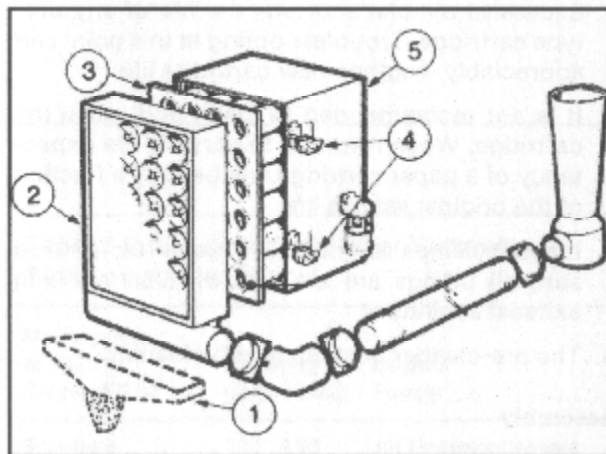

Рис.2-13 (№ 21026) Воздухоочиститель патронного типа (двухступенчатый)
1. Отвинтите гайку – барашек (4, рис. 2-13 или 2-14) на корпусе воздухоочистителя (5), снимите панель предочистителя с пылесборником (1). Снимите панель предварительной очистки (2) оборудованной всасывающим устройством, сняв U – образный болт.
2. Снимите пылевой картридж Ramic (3), поочередно ослабляя его крепление по четырем углам.
2. Вставляя новый картридж, держите его (3 рис.2-13 и 2-14) в таком же положении, как и когда вынимаете из корпуса. Вставьте чистый картридж в корпус; избегайте ударов трубок картриджа, а также уплотнительного фланца о кромки корпуса воздухоочистителя.
4. Замените панель предочистителя (2) и затяните гайки – барашка (4) вручную, при окончательной затяжке проверните на  $\frac{1}{2}$  -2 оборота разводным ключом. Не перетягивайте. Затяните U - образный болт.